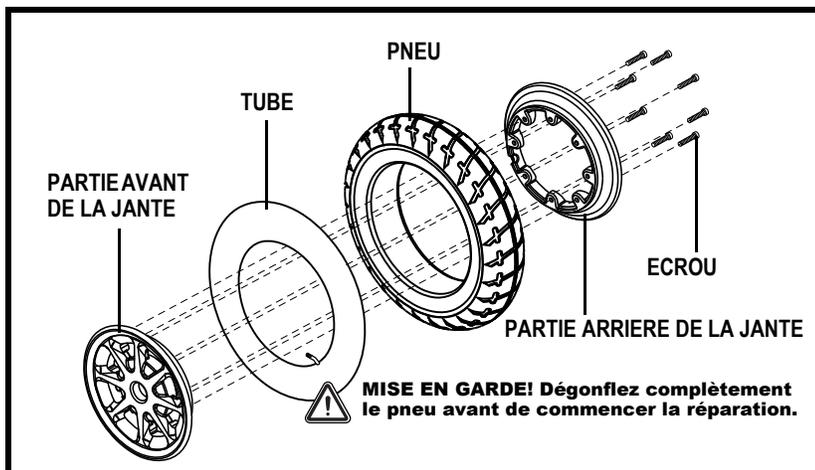

Figure 24. Roue motrice démontée
6. Retirez les vis d'assemblage de la jante pour en séparer les deux parties. **Voir la figure 24.**